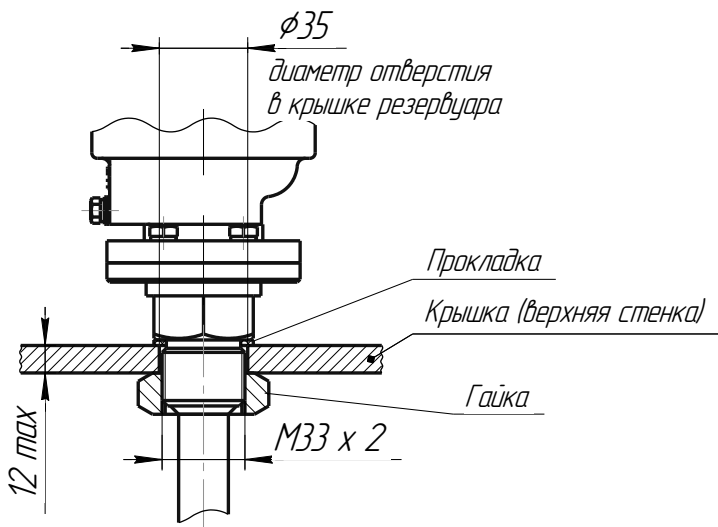

Рисунок 8
Уровнемер может устанавливаться на резервуар с помощью резьбового устройства крепления с метрической резьбой М33х2. Устройство крепления позволяет осуществлять установку уровнемера непосредственно на крышке (верхней стенке) резервуара в отверстии диаметром 35 мм (см. рисунок 8).
- надеть на направляющую прокладку (поставляется отдельно, см рисунок 8);
- вставить нижний конец направляющей уровнемера в монтажное отверстие крышки (верхней стенки) резервуара. Надеть на направляющую гайку (поставляется отдельно, см рисунок 8);
- закрепить уровнемер на крышке (верхней стенке) резервуара с помощью гайки (см. рисунок 8).